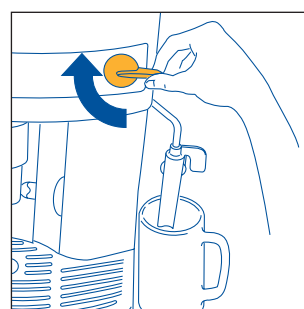
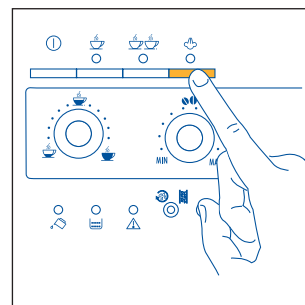
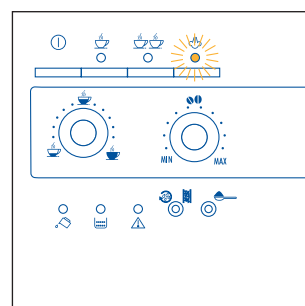

Fig.6
Fig.21
Fig.22
4. Efter nogle sekunder begynder der at løbe lidt vand ud af cappuccino adapteren. Når koppen er fyldt op med cirka 30cc, drej dampbetjenings knappen en halv gang med uret (fig. 6) så langt den kan komme, for at afbryde vandstrømningen.
5. Vent på at de grønne kontrollamper ② og ③ holder op med at blinke og tændes uden at blinke. (Når de grønne kontrollamper blinker, betyder det, at maskinen er i forvarmningsfase, hvorimod når de er tændt og ikke blinker, betyder det, at maskinen har opnået den ideelle temperatur til at brygge kaffe. Jvf. par. 11 – punkt 1 og 2).
- Drej dampbetjeningsknappen med uret helt i bund for at afbryde vands-trømningen (fig. 6) og sæt cappuccinoadapteren i dens originale position i midten af maskinen. (Det tilrådes ikke at lade varmt vand løbe ud i mere end 2 minutter).
- Tryk derefter på tasten til damp (fig. 21). Kontrollampen ☼ (fig. 22) begynder at blinke for at vise at maskinen er i forvarmingsfasen.
- Når den ønskede temperatur er nået, afbrydes dampudledningen ved at dreje dampbetjeningsknappen med uret helt i bund (fig. 6) og tryk på tasten til dampen ☼ (fig. 21) for at deaktivere dampfunktionen.